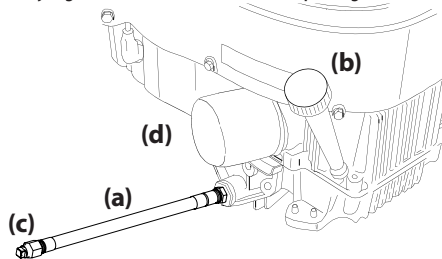

Figure 39
3. Tenez l'extrémité libre du boyau de vidange d'huile au-dessus du récipient collecteur, puis dévissez le bouchon à tête carrée (c) du boyau de vidange d'huile. Voir Figure 39. Vidangez l'huile du moteur dans le récipient.